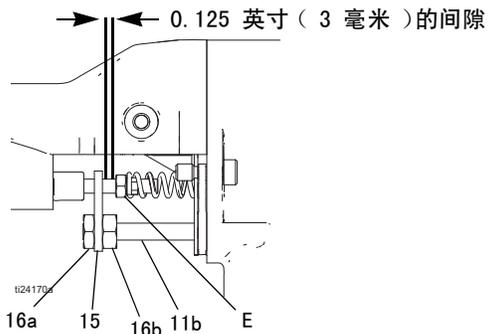

图 34. 致动器臂调节
3. 拆卸锁紧螺母（16a）、致动器臂（15）和调节螺母（16b）。参见图 34。
参见图 34。
2. 卸下调节螺母（16a、16b）和致动器臂（15）。参见图 34。